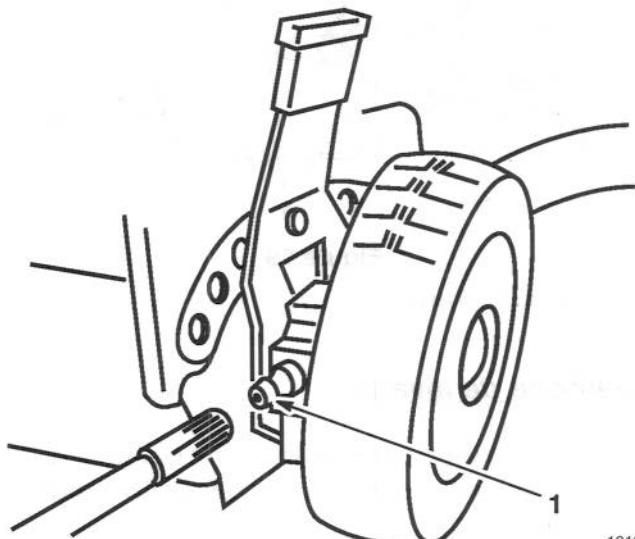

Figure 28
1. Essuyer les graisseurs des réglages de hauteur de coupe arrière (Fig. 28) avec un chiffon propre.